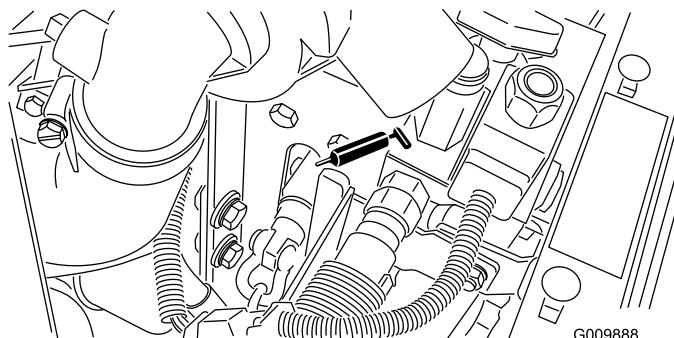

Figure 43
- Centrage du point mort (Figure 43)